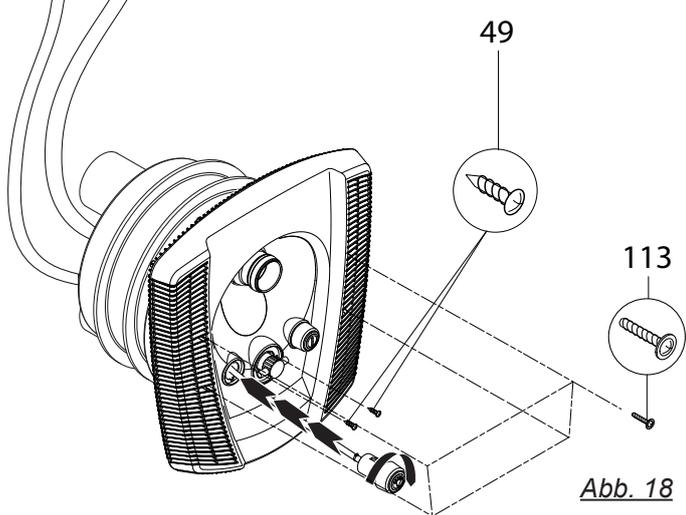

Abb. 18
Die beiden Pneumatiktaster durch die Blende (93) in das Düsengehäuse stecken und durch drehen im Uhrzeigersinn verriegeln. (Abb. 18)